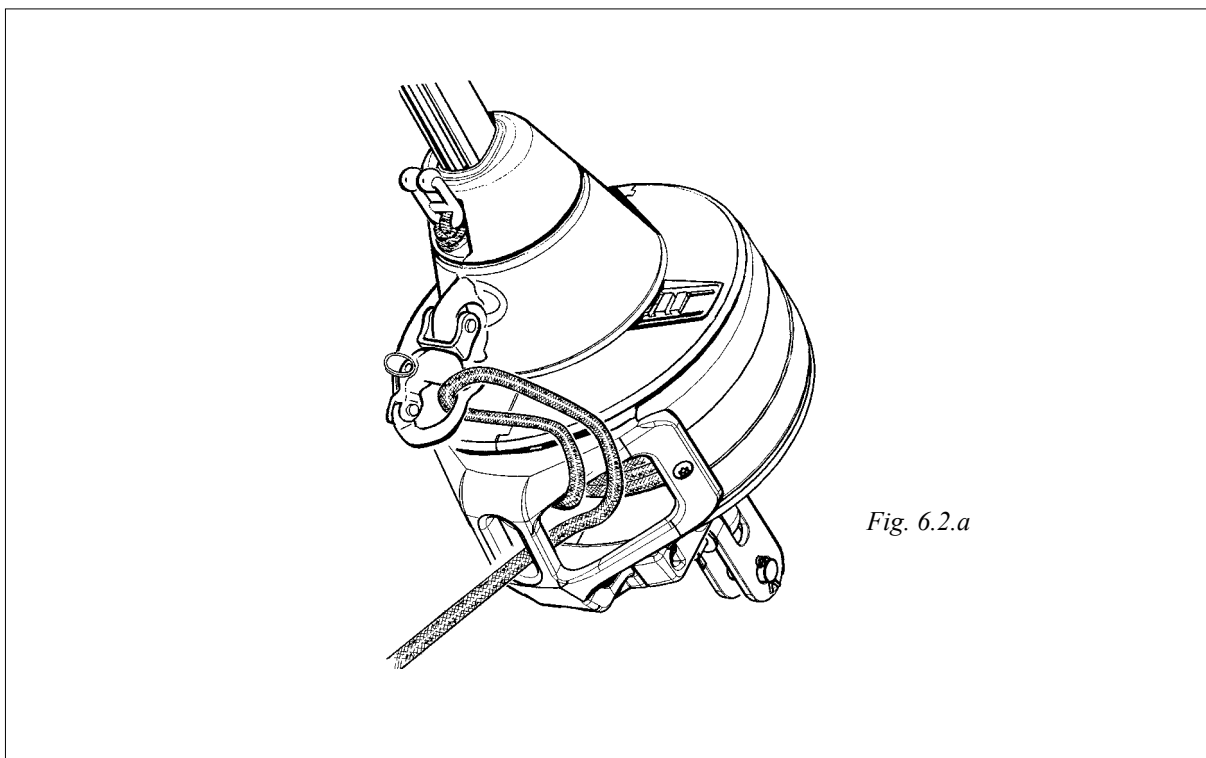

Fig. 6.2.a
- Per prevenire lo srotolamento accidentale della cima, farla passare attraverso il moschettone di mura. Vedi Fig. 6.2.a.